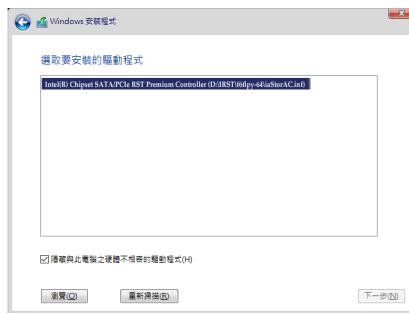

图1
当出现图1的画面后请选择「Intel(R) Chipset SATA/PCIe RST Premium Controller」驱动程序并按「下一步」载入所需的驱动程序。完成后，请继续操作系统的安装。